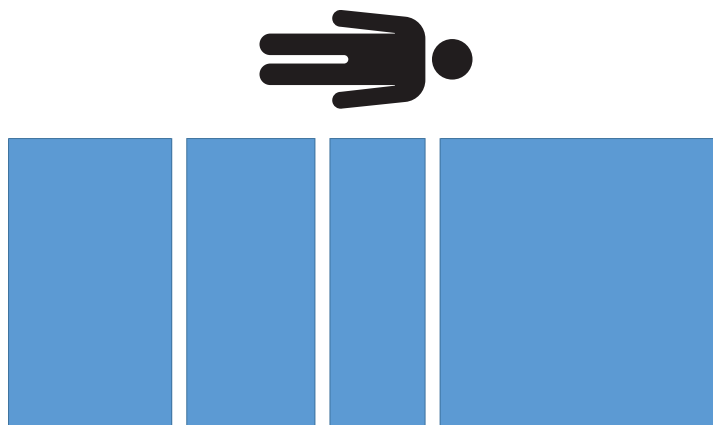

Figura 24 – Test de performanță de cântărire - 0 kg
12. Îndepărtați toate greutățile calibrate de pe produs (Figura 24).